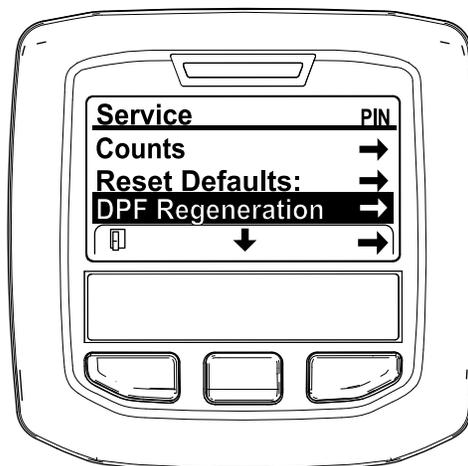

**Figura 43**
2. Navigate al MENU PRINCIPALE, premete il pulsante centrale per scorrere fino all'opzione MENU MANUTENZIONE, poi premete il pulsante destro per selezionare l'opzione MANUTENZIONE (Figura 43).